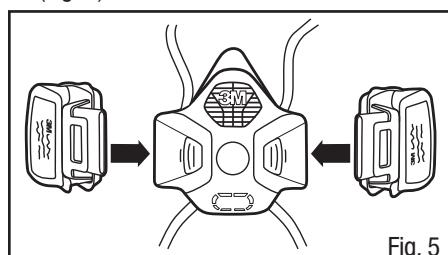

Fig. 5
- Aligner l'extrémité comportant l'orifice des cartouches avec les orifices du masque (Fig. 5).